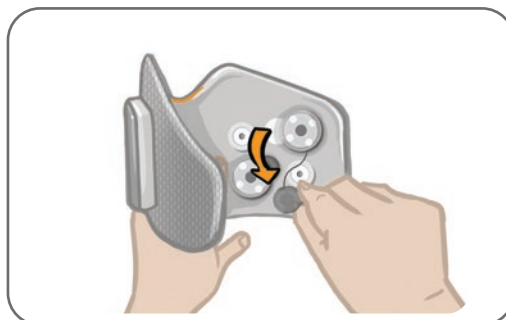

Figura 11-9: Îndepărtarea bazelor pentru electrozi folosite
3. Îndepărtați bazele pentru electrozi folosite de pe jambieră. Consultați Figura 11-9.